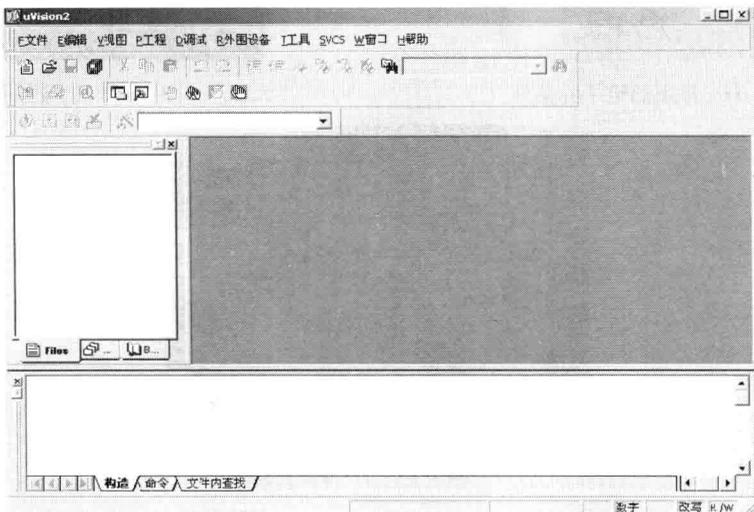

图 1-9 Keil μ Vision 操作界面
(2) 单片机产品的开发工具
① 单片机应用开发软件。单片机完成各种操作是通过程序来实现控制的，编程的语言可以是汇编语言或 C 语言，汇编语言直接面向机器，而 C 语言通读性强。编程的调试软件较多，有伟福、MedWin、Keil μ Vision 等，常用的是 Keil μ Vision。它是德国 Keil 软件公司开发的基于 8051 内核的微控制器软件开发平台，如图 1-9 所示。